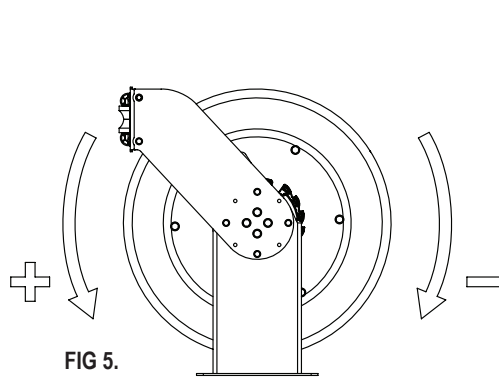

FIG 5.
6. Förspänn fjädern genom att snurra trumman (fig 5) de antal varv som visas nedan, vilket är beroende av modell och slanglängd:
3. Rotate the reel to either increase or decrease the spring tension (Fig 5).
3. Roter trumman för att antingen spänna eller släppa på fjäderns spänning (fig. 5).